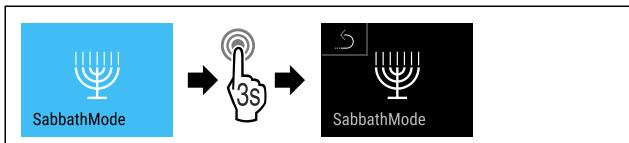

Fig. 13
- Провести етапи операцій (див. Fig. 13).